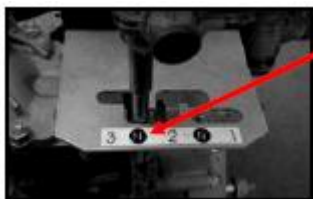

FIGURA 8 (Letra "N" indica posição neutra)
- ① Coloque a haste da mudança de marchas na posição neutra (veja a figura 8)